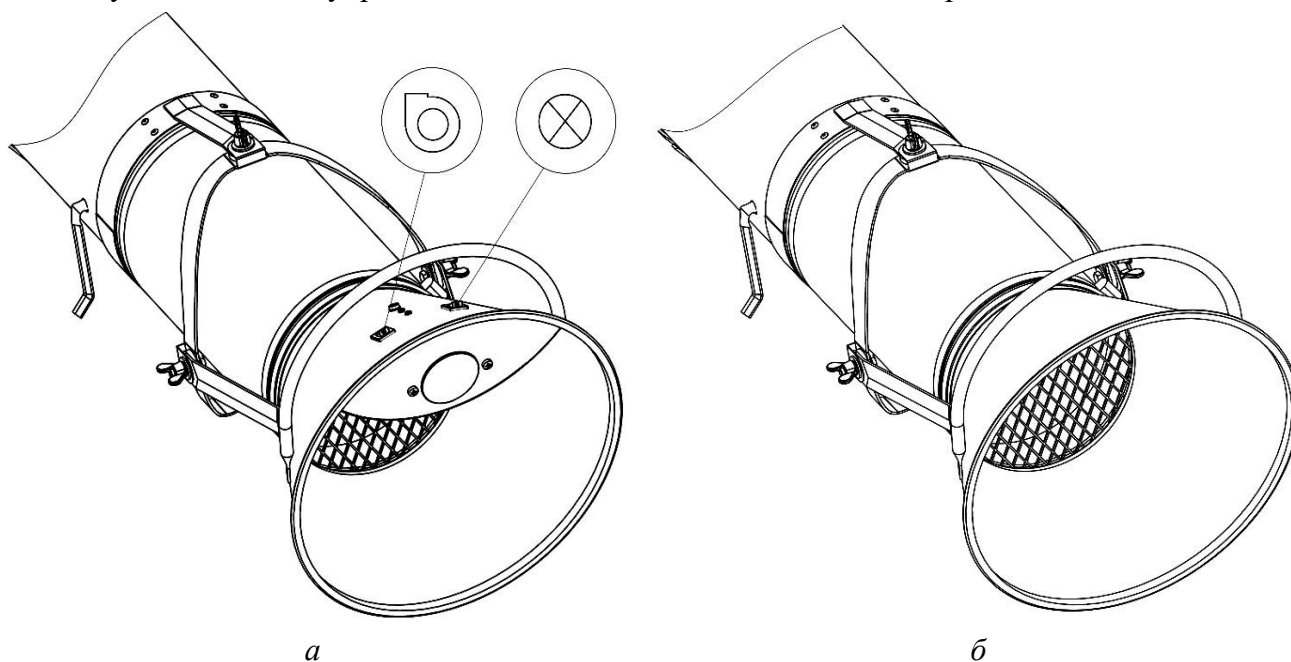

Рисунок 2
1.5.3 Воздухоприёмная воронка конусовидной формы (рисунок 2б) фиксируется в выбранном положении при помощи шарнирного механизма. Исполнение устройства с подсветкой показано на рисунке 2а. С помощью правой кнопки управления можно включать и выключать подсветку, левая кнопка управления включает и отключает вентилятор.